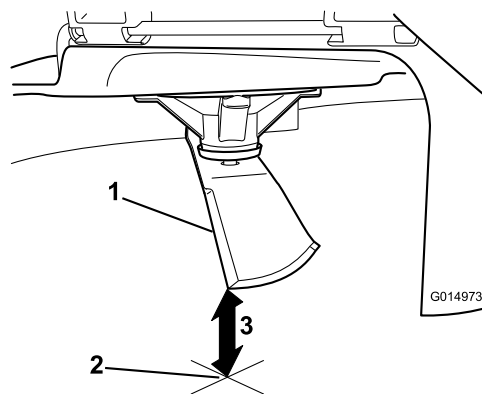

**Figure 58**
3. Mesurez la distance entre la pointe de la lame et la surface plane (Figure 58).